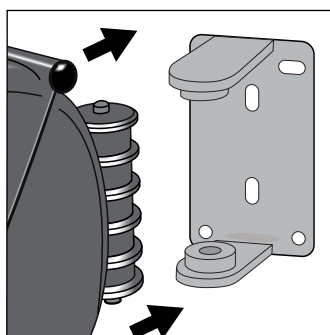

Figure 3
5. Encliquez le distributeur dans le support de fixation. (Voir Figure 3)
3. Encliquez le distributeur dans le support de fixation. (Voir Figure 3)